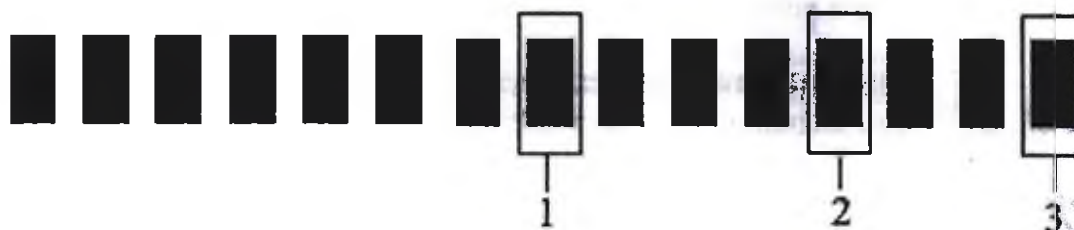

Рисунок 13
-) Проводная зарядка: подсоедините USB-кабель к микромоторному наконечнику и подключите его к USB-порту на блоке управления (см. Рисунок 13).